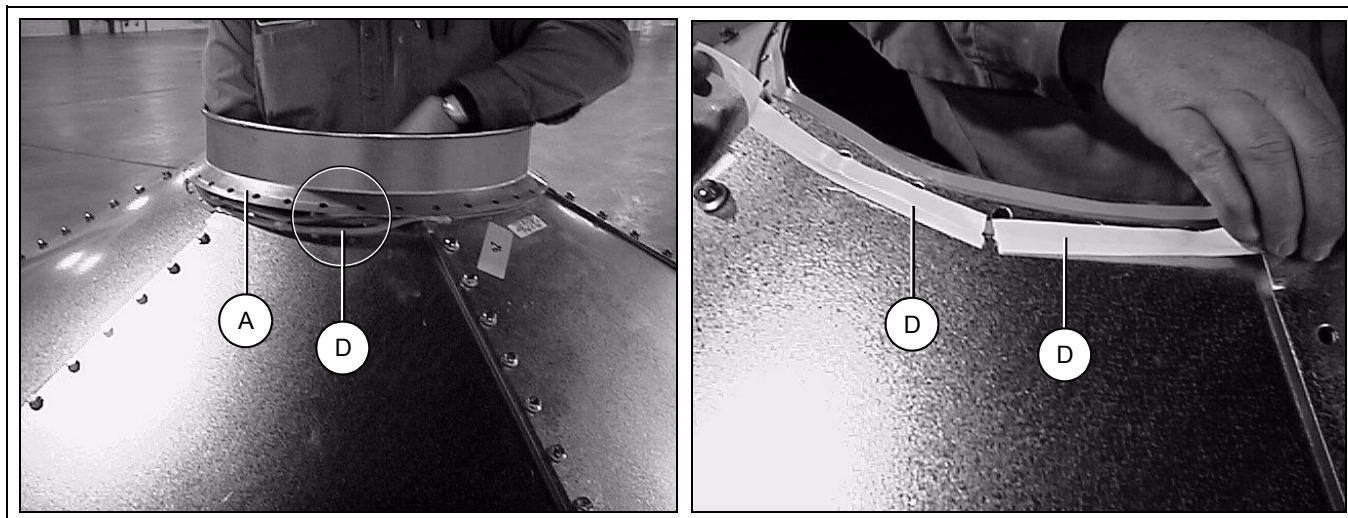

Рисунок 7D
Нанесите две (2) полоски уплотнения между верхним кольцом и панелями крыши, *См. рис. 7D*. Обратите внимание, что верхнее кольцо устанавливается поверх панелей крыши.